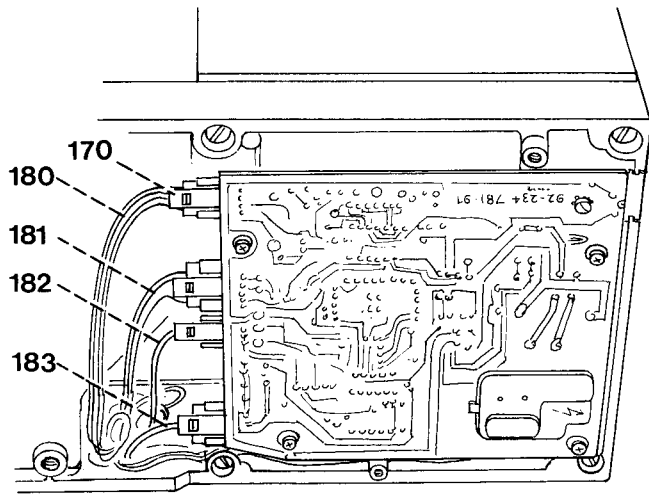

Fig. 33g
- The four-bush connector 180 into the four-pin receptacle (Fig. 33g).
- Brancher la fiche à quatre fils 180 dans la prise à quatre fils (fig. 33g).